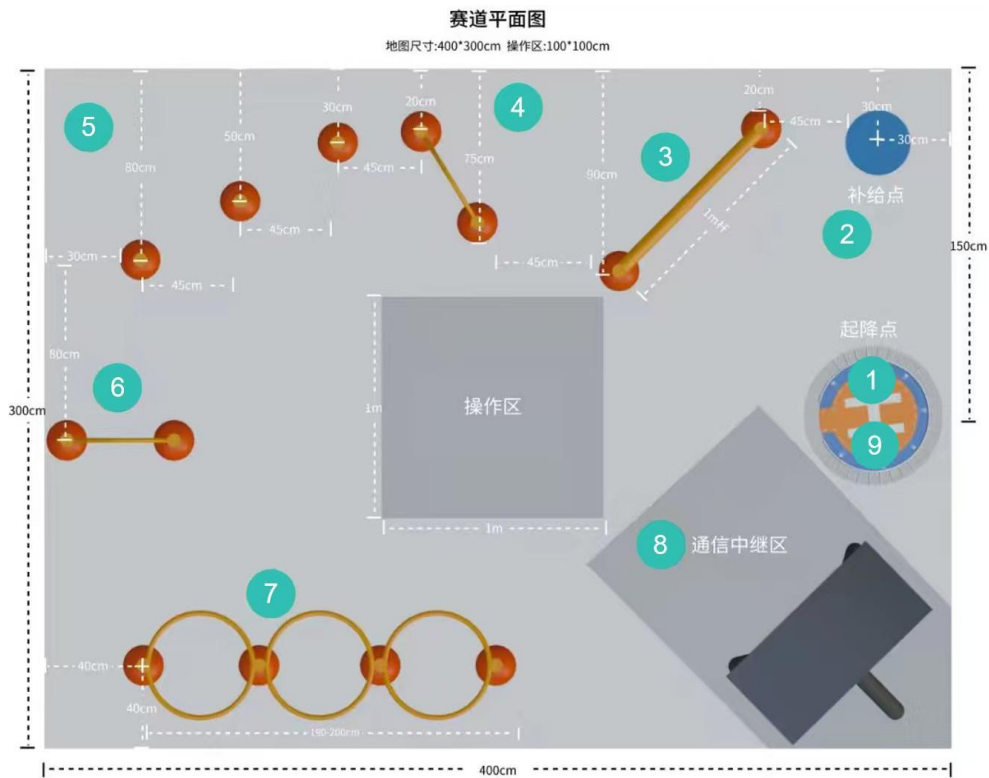

图1 场地示意图
- (1) **竞赛场地：**室内场地，地图尺寸 $4\text{m} \times 3\text{m}$ ，道具摆放位置见场地示意图（图1）。